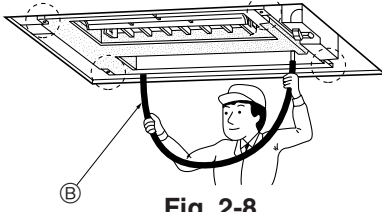

Fig. 2-8
① Askı civatası (3/8" veya M10)
⑤ Rondela ①
② Tavanın yüzeyi
⑥ (İzolasyon aşağıya dönük olacak şekilde takın.)
③ Somun (3/8" veya M10)
④ Rondela ② (izolasyonlu)
⑦ Mesnedin üst yüzüne kadar uzaklık
4. Bir tesviye ruhuyla ya da içinde su olan bir şeffaf plastik boruyla dört köşenin de terazide olduğunu kontrol edin. (Fig. 2-8)